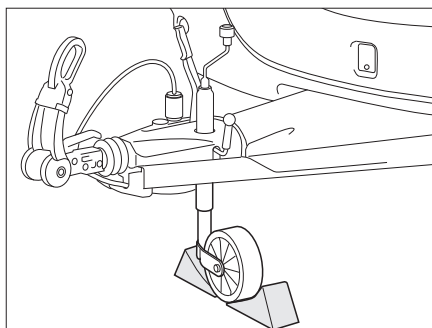

Fig. 186 Assicurare il carrellino
- Posizionare il carrellino perpendicolare rispetto alla direzione di marcia e assicurarli con mezzi idonei (Fig. 186).